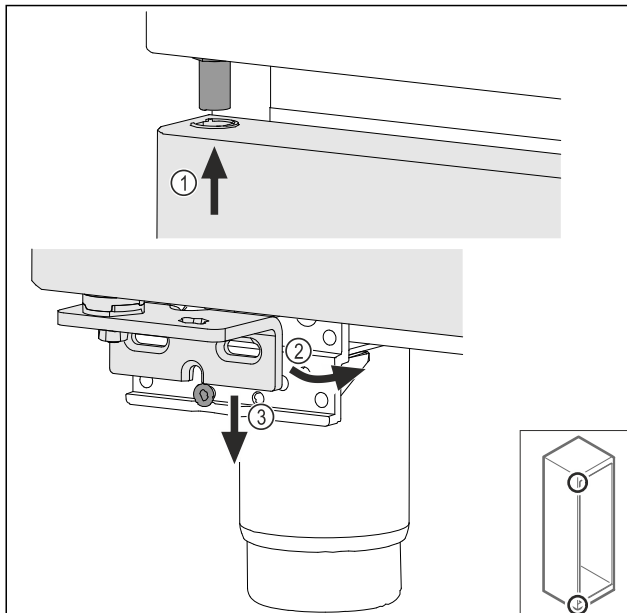

Fig. 69
- ▶ Tür leicht gekippt oben einfädeln Fig. 69 (1), Tür gerade ausrichten Fig. 69 (2) und unten auf die Lagerbockschraube Fig. 69 (3) aufsetzen.